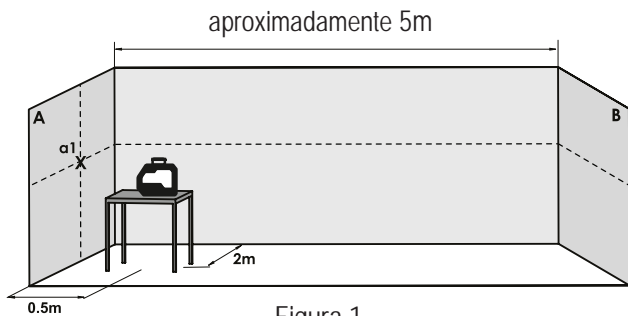

Figura 1
4. Marque en la pared el centro de las líneas cruzadas como **a1** (ver la figura 1).